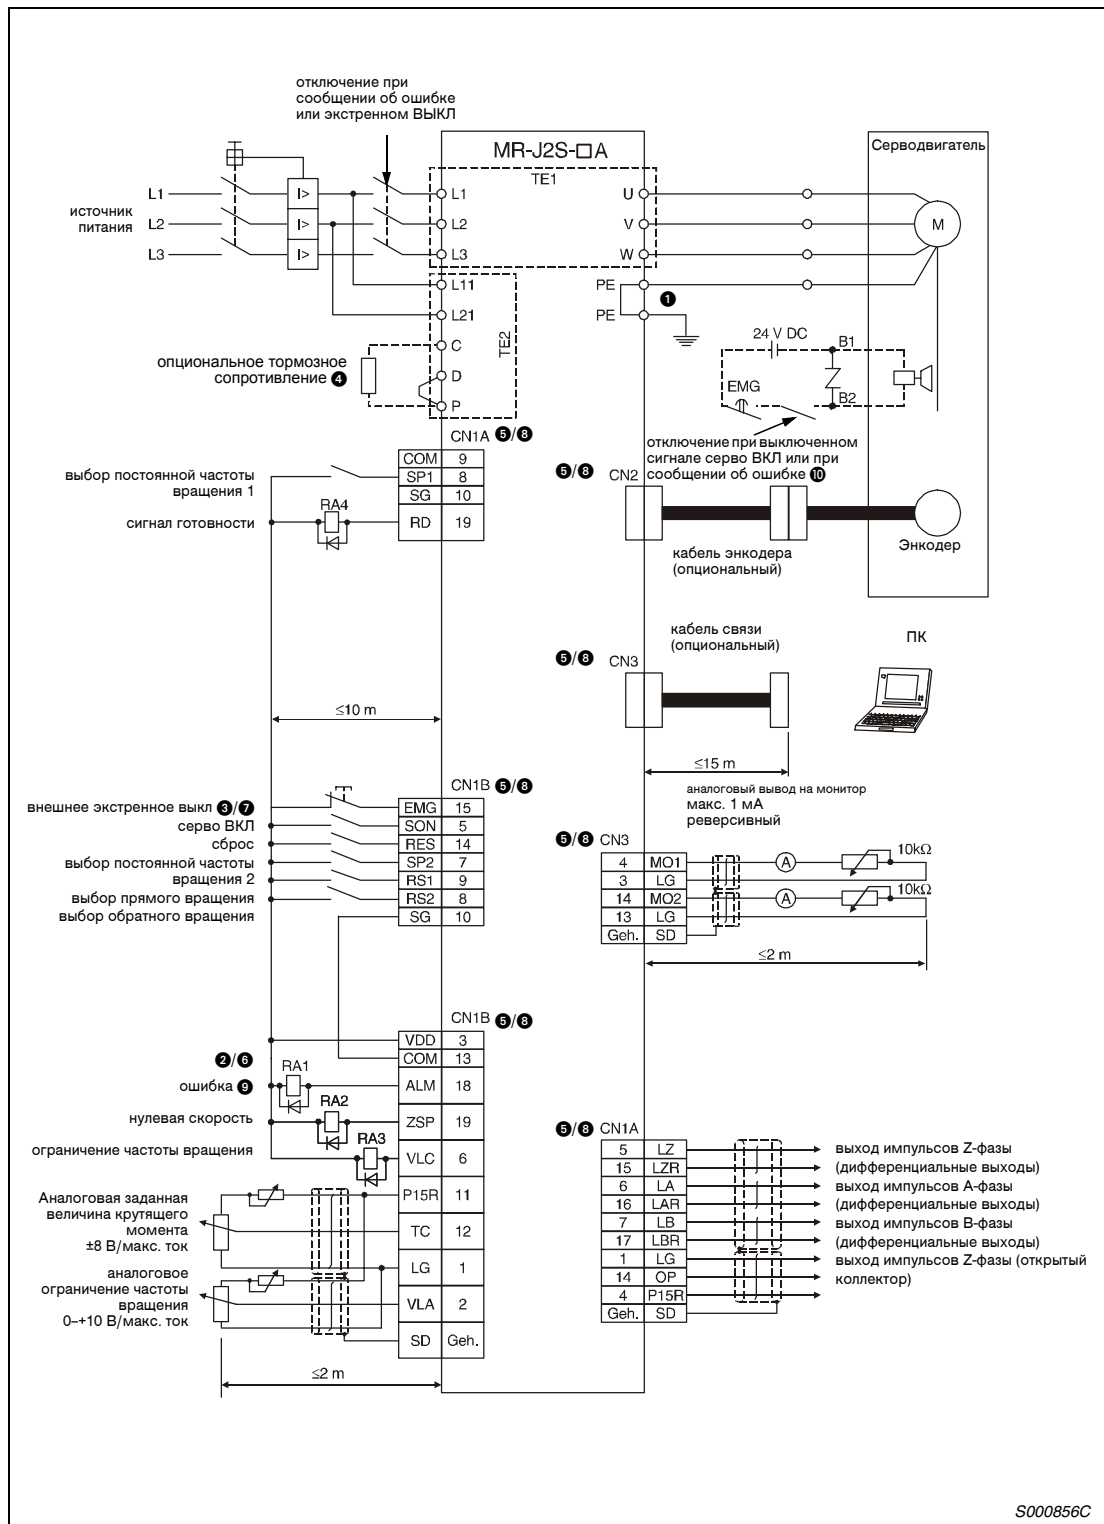
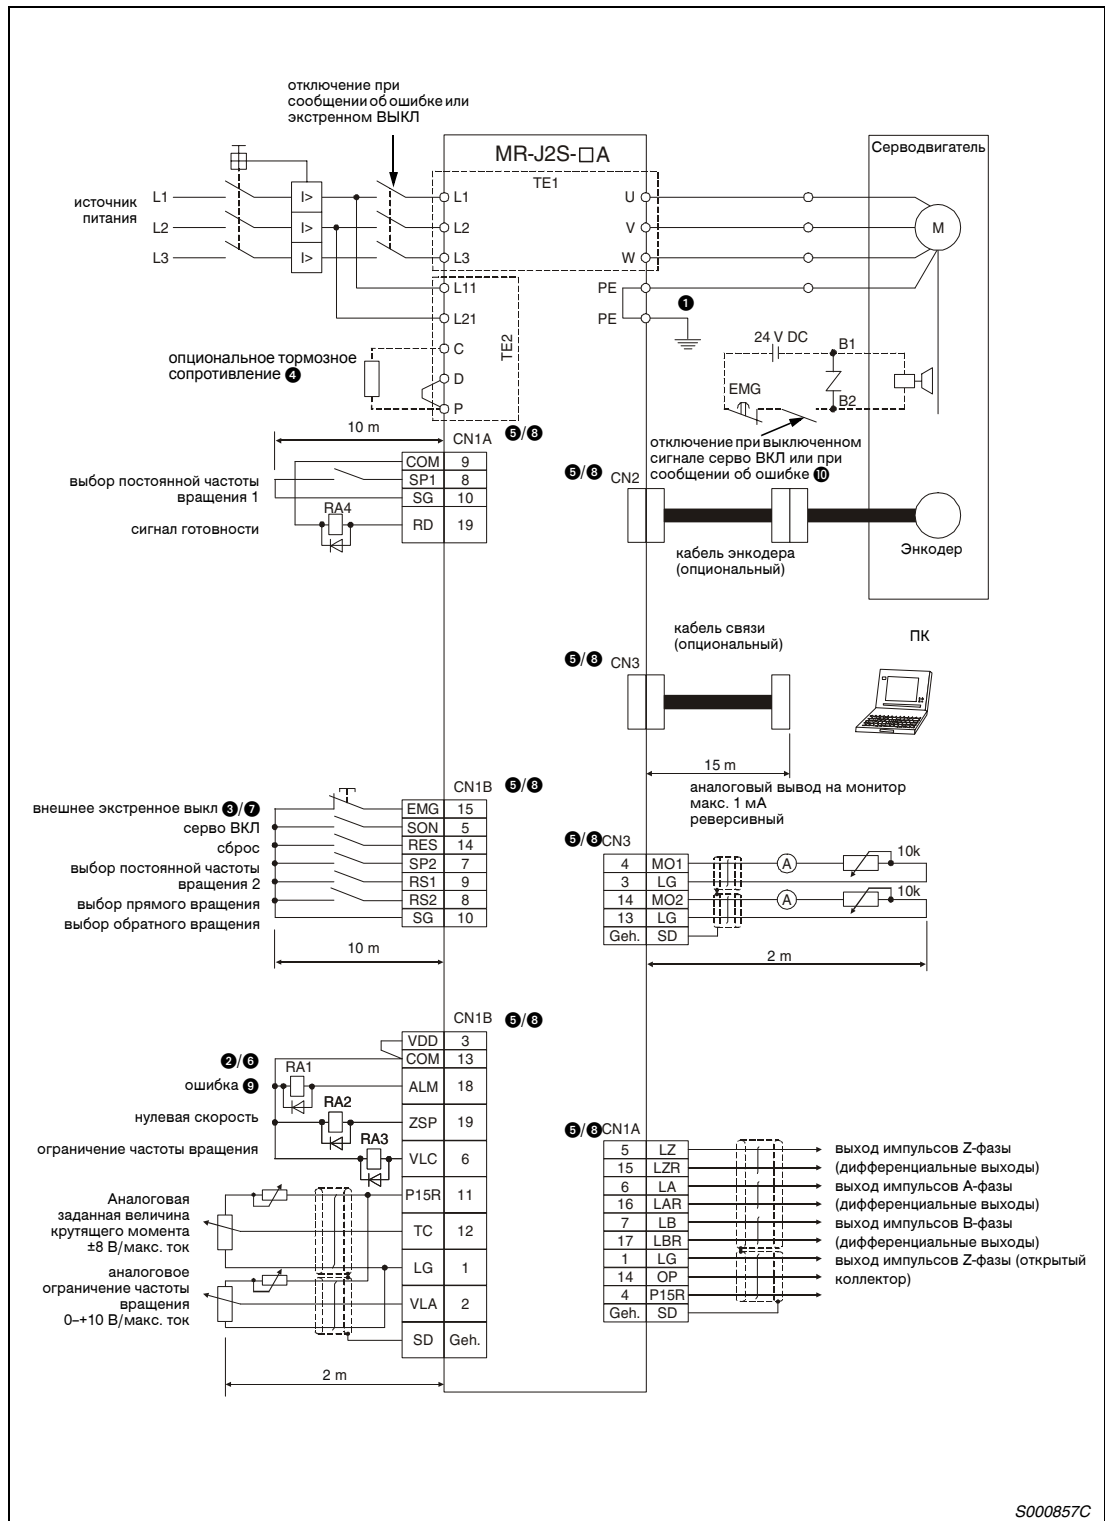

Рис.3-39: Примерная схема для регулирования крутящего момента в положительной логике входа/отрицательной логике выхода
Рис.3-40: Примерная схема для регулирования крутящего момента в отрицательной логике
- 1 Соблюдайте правильность заземления серводвигателя и сервоусилителя. Во избежание электрического удара Вам необходимо соединить клемму защитного соединения (PE) сервоусилителя, обозначенную  $\perp$ , с клеммой заземления распределительного ящика.
**Указания к рис. 3-39 и рис. 3-40**